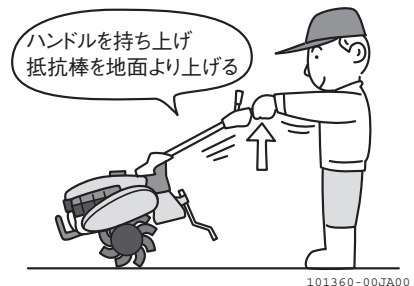

図 2-25
2. ハンドルを持ち上げて、抵抗棒を地面より上げます。(図 2-25)